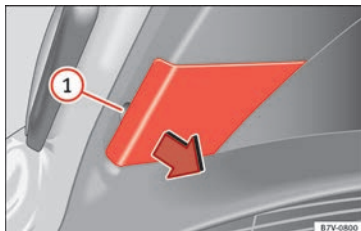

Bild 111 På bakluckan: Ta bort locket
2. Dra av luckan försiktigt genom att använda den platta delen av skruvmejseln från bilens verktygs-sats som hävarm (» bild 100) i skåran » bild 111 ①.